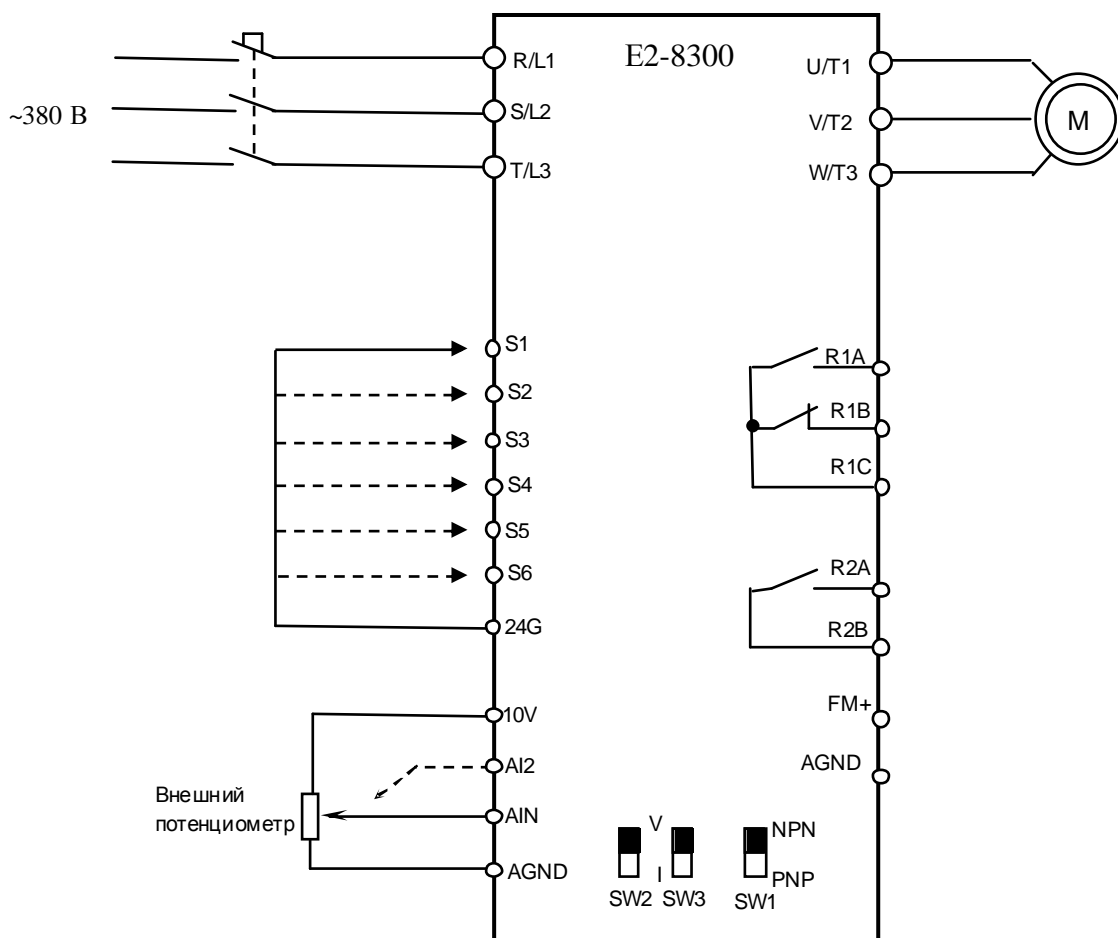

Рис. 4.17. Диагностика цепей управления E2-8300-060H, -075H v.2.9 и выше.
4.13.3.2. Подключить потенциометр к входным клеммам управления, как показано на рис. 4.17. Подключить один из концов проволочной перемычки к клемме «24G». Подключить двигатель к выходным клеммам T1, T2, T3.